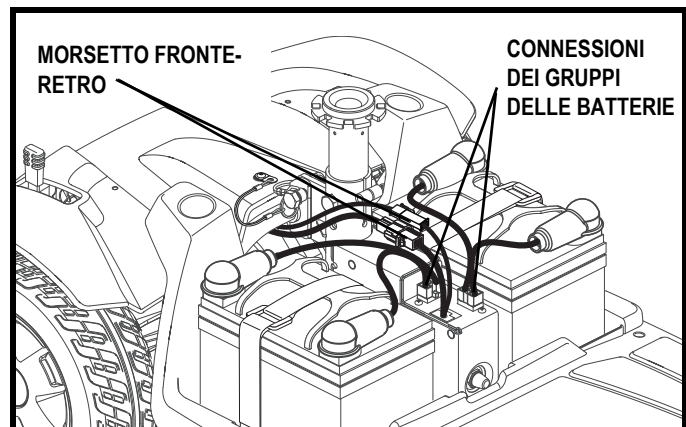

Figura 25. Collegamenti gruppo
4. Scollegare entrambi i cavi delle batterie premendo le linguette e poi sollevando ciascun cavo verso l'alto. **Vedere figura 25.**
7. Collegare i due gruppi batteria. **Vedere figura 25.**